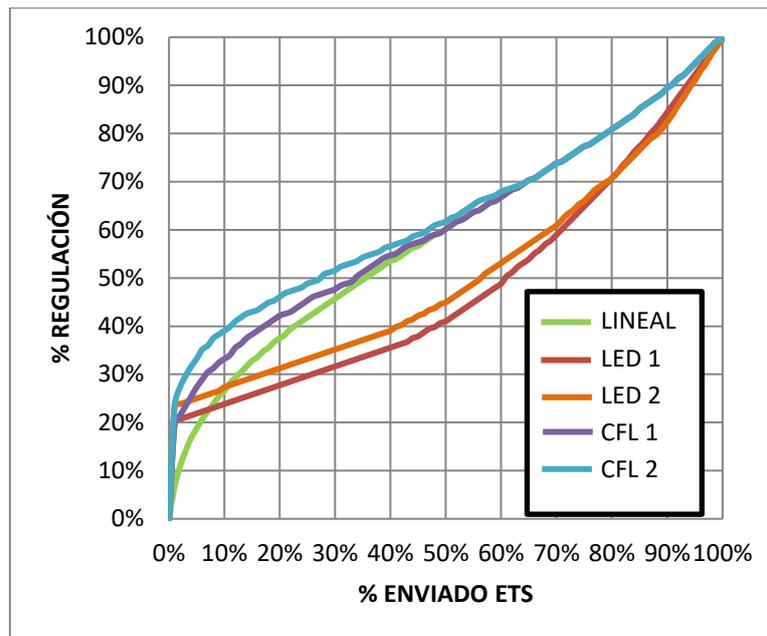

Figura 8 Curvas de regulación para cargas led y CFL.
- **Patrón de regulación** [Lineal / Curva 1 / Curva 2]. La Figura 8 muestra las distintas curvas de regulación según el tipo de carga.